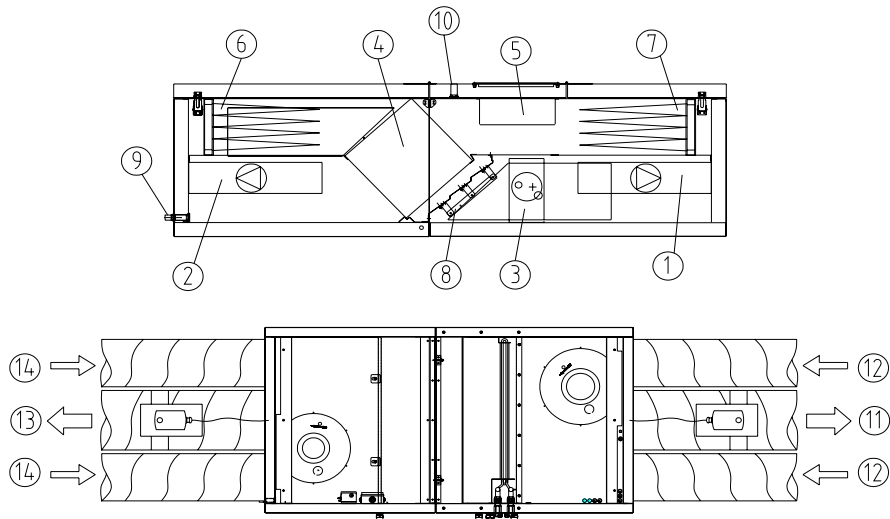
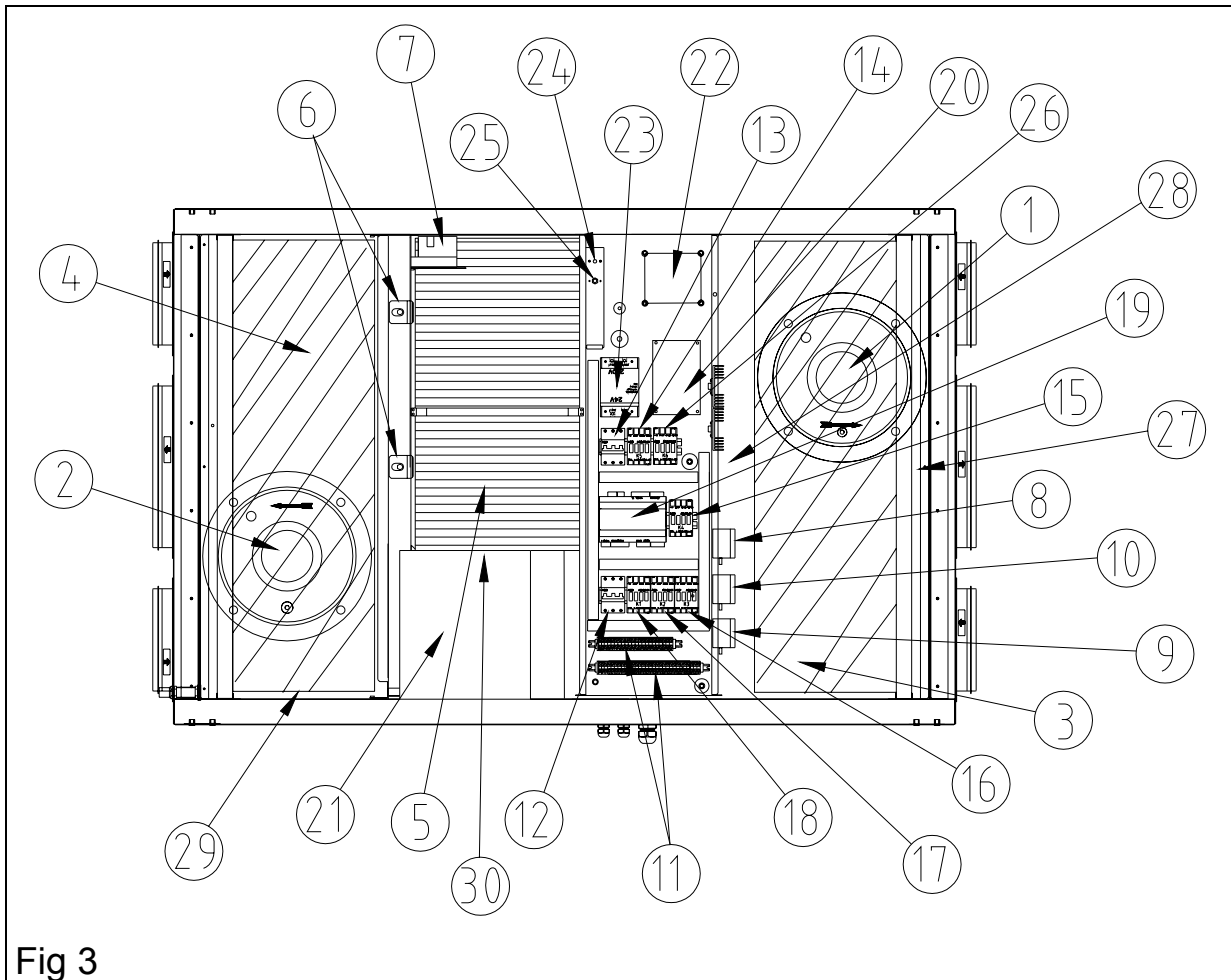

Fig. 1
Fig 3
Voir **fig. 3** pour le montage des registres.
La batterie électrique est située à l'aspiration du ventilateur de soufflage (**fig. 3**). Les éléments sont en acier inoxydable. Elle est équipée de deux thermostats de sécurité, un à réarmement automatique et un à réarmement manuel. La demande en puissance est contrôlée par triac via le régulateur et en fonction de la température de soufflage ou de reprise demandée.
La batterie à eau chaude est située à l'aspiration du ventilateur de soufflage (**fig. 3**). Les tubes de raccordement sont ressortis sur le grand côté de la centrale permettant un raccordement simplifié (**fig. 1 et 2**). Les tubes sont en cuivre et les ailettes en aluminium montés dans un cadre en acier galvanisé. Une sonde anti-gel est posée sur le tube de retour d'eau.
N.B. Si une alarme externe (alarme incendie) est raccordée à la régulation, Les ventilateurs sont immédiatement arrêtés sans opérer de post-ventilation. Il est possible dans ce cas que la protection thermique de la batterie soit déclenchée. Voir **fig.3** et **4** pour le rearmement de la protection manuelle.